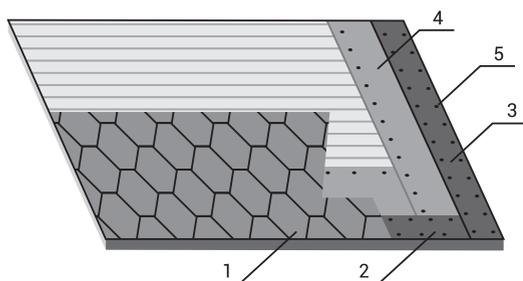

Рисунок 5.2.
5.3.1. Поверх подкладочного слоя закрепляют металлические карнизные планки (капельники) с нахлестом 2 см. Прибивают их кровельными гвоздями с шагом 100 мм, а в местах нахлеста – с шагом 30 мм; затем на этом участке наклеивают карнизную черепицу (рисунок 5.2). Аналогично выполняется фронтонный участок кровли: